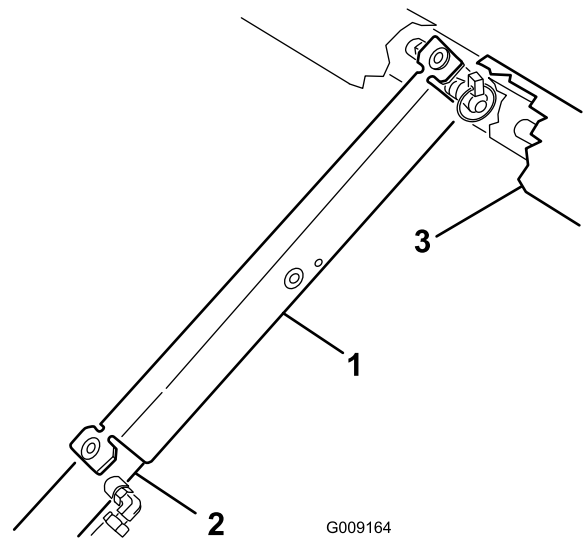

図 47
- サポートをシリンダ・ロッドにはめ込み、サポートの端部でシリンダ・バレルの端とシリンダ・ロッドの端を確実に支える（図 47）。